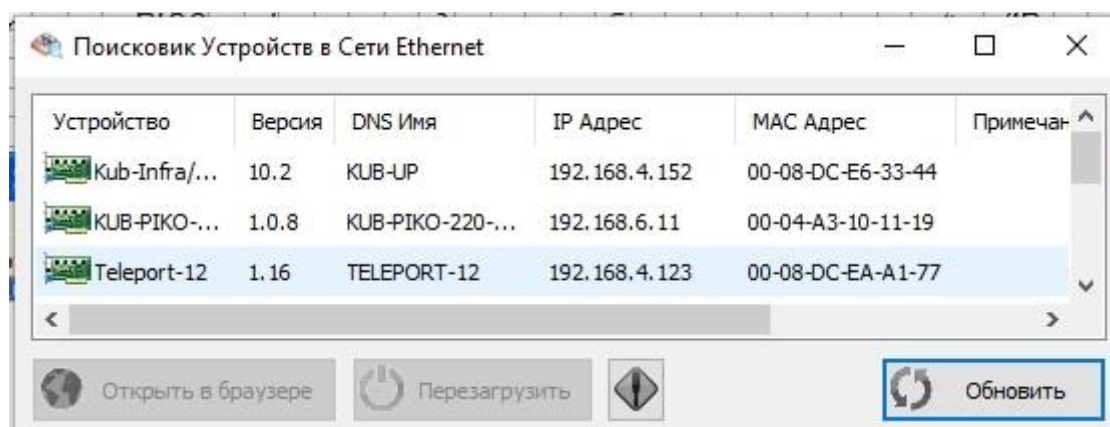

Рис.15.1. Утилита «picSearch»
15.1. С помощью утилиты «picSearch» можно считать у прибора сетевые настройки (IP, МАК и т.н., рис.15.1), а также отправлять команду перезагрузки прибора.